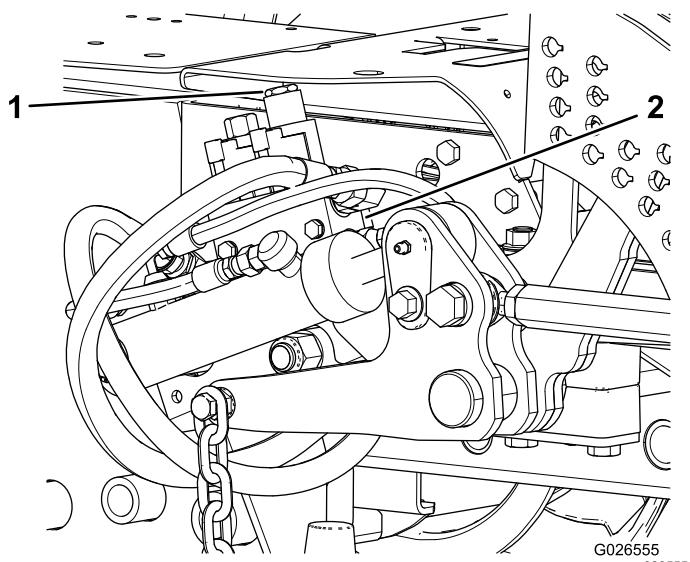

図 8
- A. 昇降バルブマニホールドのポートAのソレノイドバルブにスペーサ/コイルアセンブリを固定しているナットを外す 図 8。